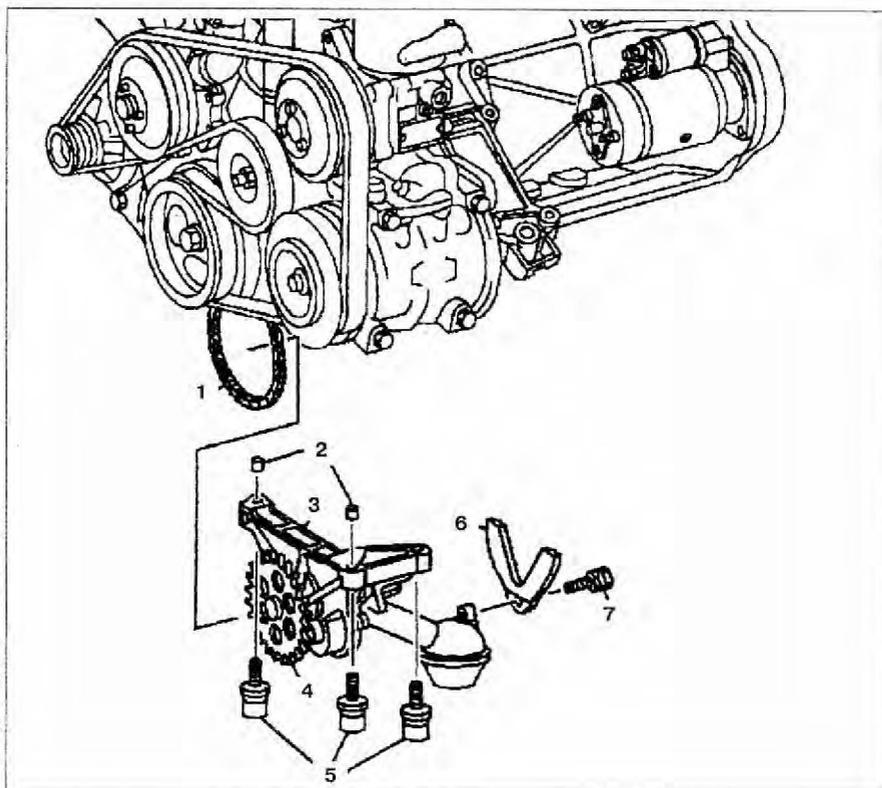

Рис. 2.67. Масляный насос:
2. Открутите кронштейн насоса **6** от насоса **3** (рис. 2.67).